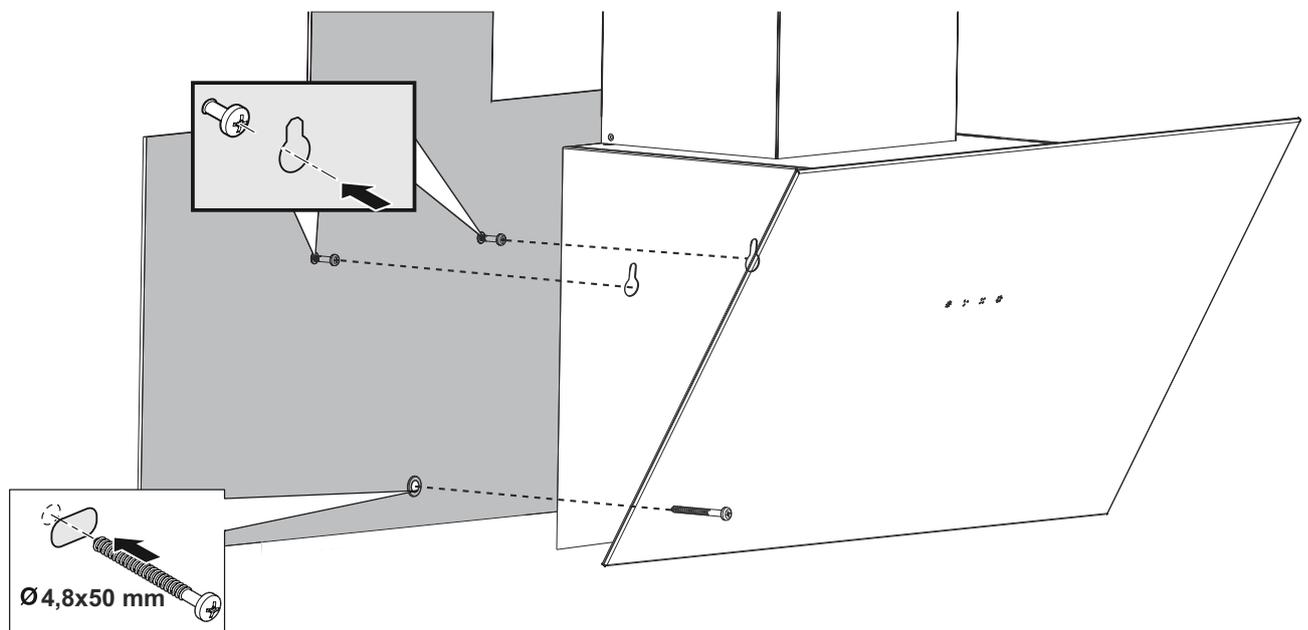

Fig. 14
1. ➔ Tenere il dispositivo per il corpo e fissarlo alle viti di aggancio precedentemente avvitate alla parete e stringere le viti di aggancio (Fig. 14).
2. ➔ Fissare il dispositivo alla parete con una vite 4,8x50 attraverso il foro di montaggio sul lato interno del dispositivo (Fig. 14).